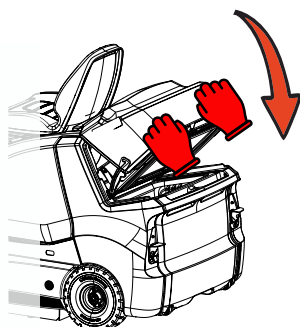

Abb. 47
- Filterdeckel schließen. (Abb. 47)